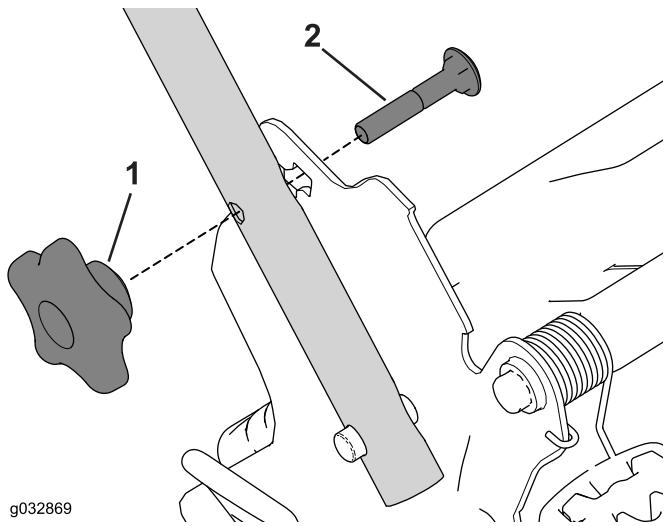

Figura 26
1. Retire y guarde los 2 pomos del manillar y los 2 pernos de cuello cuadrado de los soportes del manillar (Figura 26).